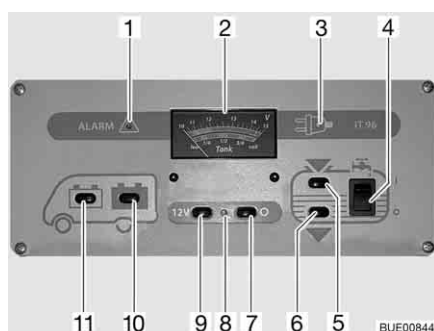

Bild 87 Panel IT 96-2
Med huvudbrytaren 12 V (Bild 87,7 och 9) kopplas panelen och bodelens 12 V-försörjning till eller från.
Slå på: ■ Tryck på knappen (Bild 87,9) "12 V": 12 V-försörjningen för bodelen är påslagen. Kontrolllampan (Bild 87,8) lyser grönt.
Slå från: ■ Tryck på knappen (Bild 87,7) "O": 12 V-försörjningen för bodelen är avstängd. Kontrolllampan (Bild 87,8) slocknar.
Med instrumentet V/tank (Bild 87,2) avläses den övre skalan. Instrumentets belysning tänds automatiskt när en knapp trycks in.
- Tryck på knappen (Bild 87,11) : Startbatteriets spänning visas.
- Tryck på knappen (Bild 87,10) : Bodelsbatteriets spänning visas.
På instrumentet V/tank kan vattennivån och avloppsvattennivån avläsas. På instrumentet V/tank (Bild 87,2) avläses den undre skalan. Instrumentets belysning tänds automatiskt när en knapp trycks in.
- Tryck på knappen (Bild 87,5) "": Vattenvolymen visas.
- Tryck på knappen (Bild 87,6) "": Avloppsvattenvolymen visas.
- Vippkontakten (Bild 87,4) trycks in upptill "I": Vattenförsörjningen är aktiverad.
- Vippkontakten (Bild 87,4) trycks in nedtill "O": Vattenförsörjningen är avstängd.
Den röda varningslampan "ALARM" (Bild 87,1) blinkar så snart spänningen i bodelsbatteri har sjunkit till under 11 V (mätning under pågående drift) och risk för djupurladdning föreligger.
Kontrollampa 12 V (Bild 87,8) lyser då huvudbrytaren 12 V (Bild 87,9) är inkopplad.
Den gula 230 V-kontrollampa (Bild 87,3) lyser när nätspänningen ligger på el-blockets ingång.